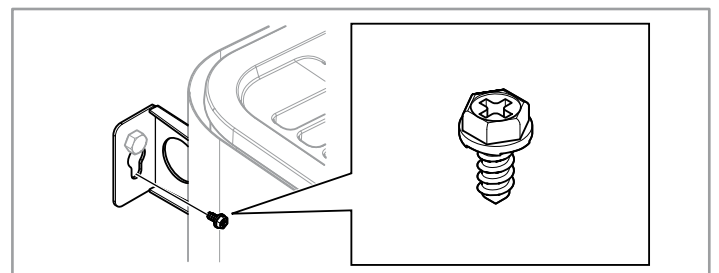

Fig 14: Konsolens låsskruv
- Lås aggregatet på plats med låsskruven se Fig 14.